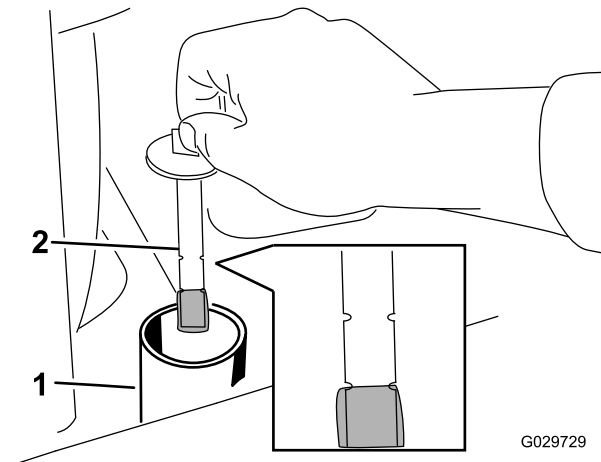

Figura 57
4. Retire el tapón y la varilla del depósito hidráulico (Figura 57).